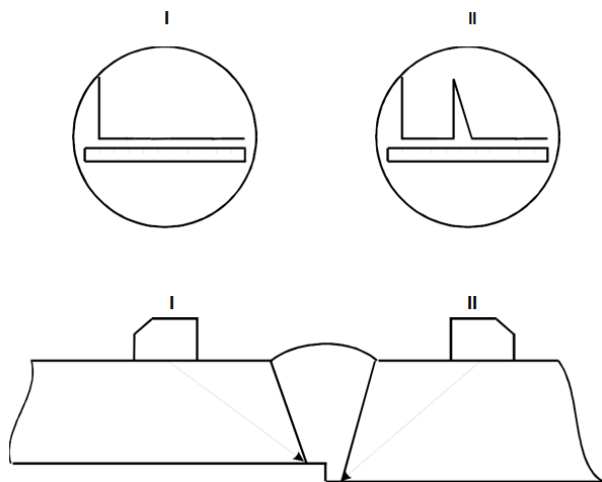

Рисунок 6.3 – Определение смещения кромок стыкуемых элементов
6.1.15 Смещение кромок стыкуемых элементов отличают от дефектов в корне шва по следующим признакам (рис. 6.3):